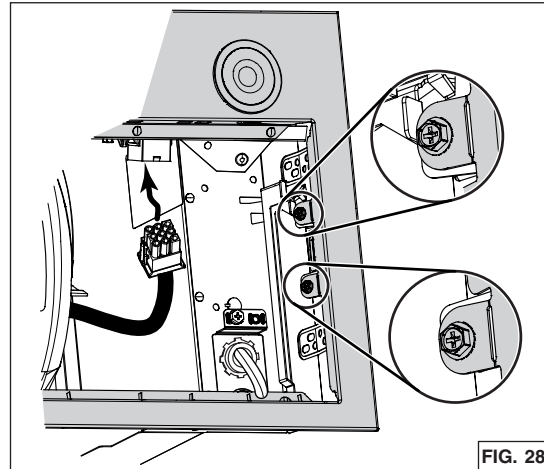

FIG. 28
- Réinstaller et fixer le châssis à la hotte à l'aide des 4 vis de retenue (deux par côté, encadrées dans la FIG. 28). Brancher le câble du ventilateur à son connecteur situé sur le châssis (FIG. 28).